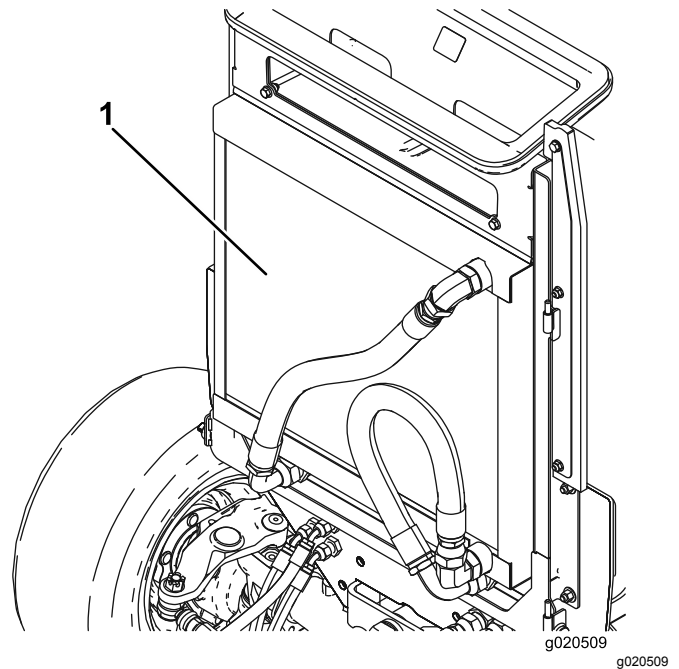

Bild 46
2. Reinigen Sie beide Seiten des Ölkühler- und des Kühlerbereichs (**Bild 46**) gründlich mit Druckluft. Blasen Sie Rückstände von vorne nach hinten heraus. Reinigen Sie dann von hinten und blasen Sie nach vorne. Wiederholen Sie dies mehrmals, bis alle Rückstände entfernt sind.